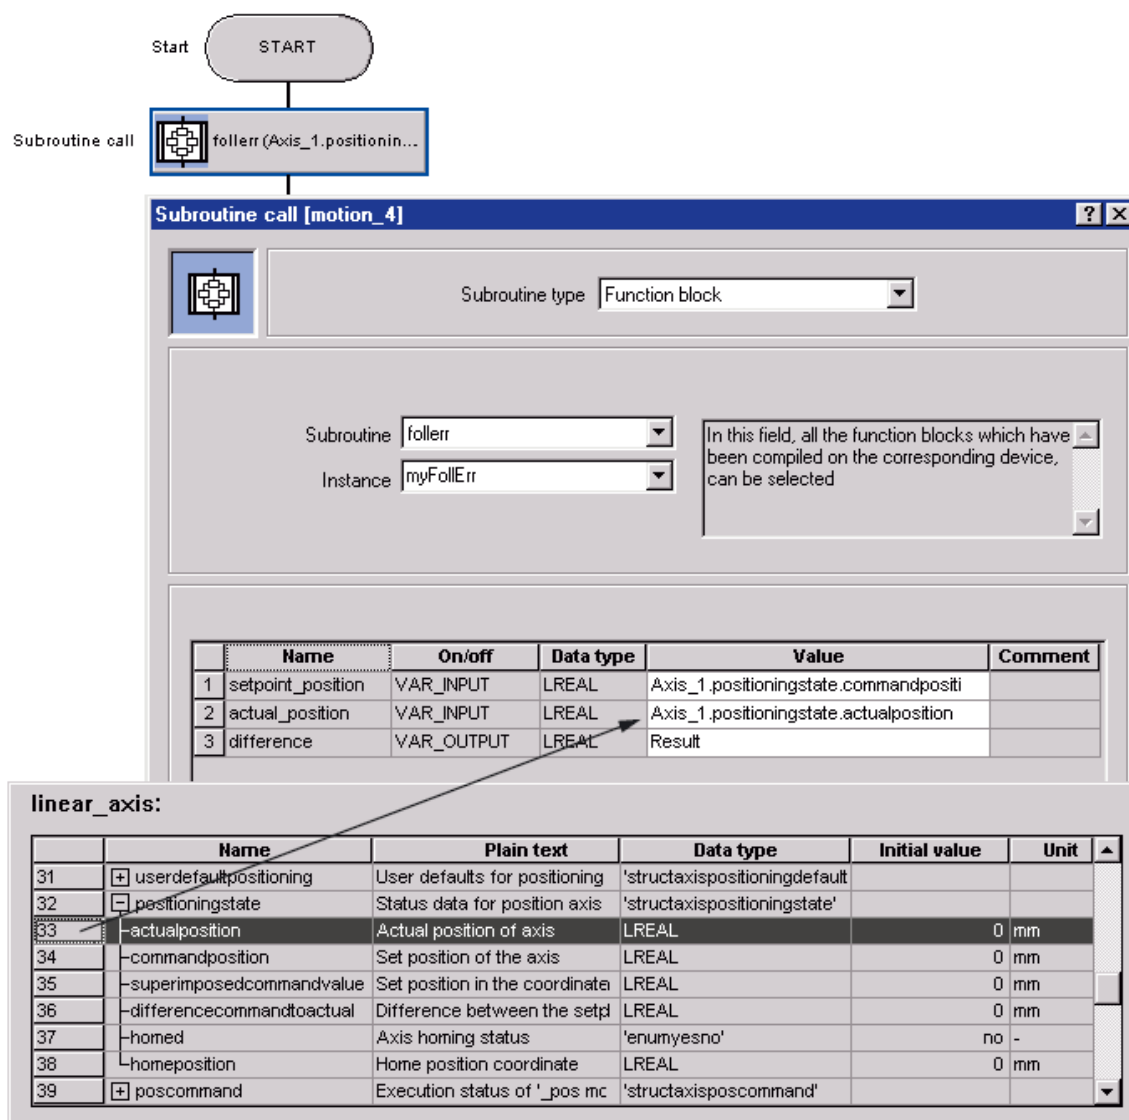

图 4.33 调用 FB
(7) 插入子程序调用命令，并按照图 4.33 所示设置参数，赋给 FB 的两个输入参数的是轴对象变量，可以直接从 Symbol browser 中拖入到子程序调用命令窗口的对应位置。